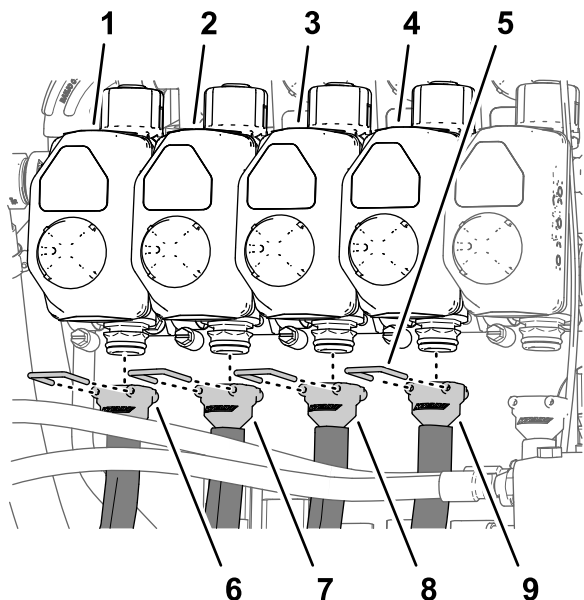
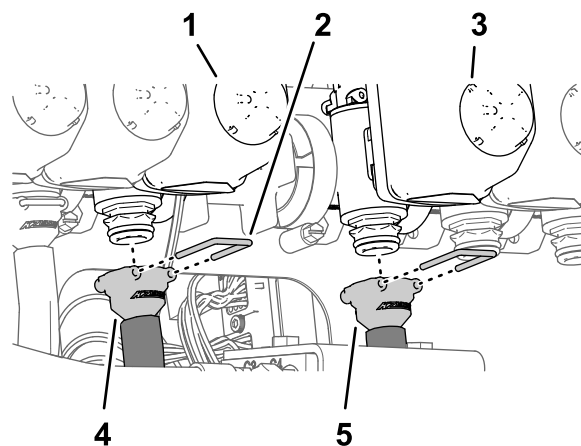
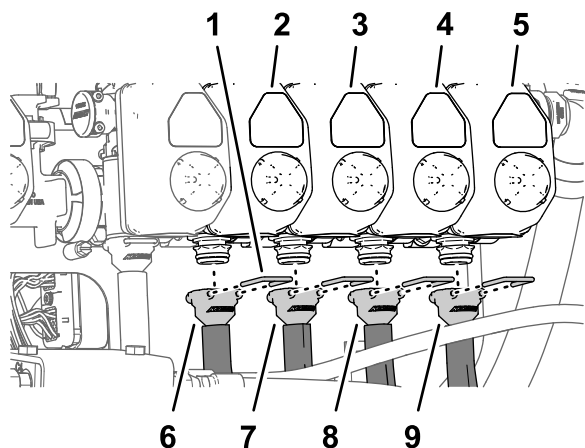

图124
图125
图126
**注意** 请参阅 将软管安装到喷嘴阀 1 至 4 (页码 47) 中的 图124、 将软管安装到喷嘴阀 5 和 6 (页码 47) 中的 图125 和 将软管安装到喷嘴阀 7 至 10 (页码 48) 中的 图126 了解喷嘴位置。
1. 将 279cm 供水软管的直通宝塔接头安装到喷嘴阀 1 的连接器上 图124。
2. 用卡环 图124将宝塔接头固定在连接器上。
3. 将 234cm 供水软管的直通宝塔接头安装到喷嘴阀 2 的连接器上 图124。
4. 用卡环 图124将宝塔接头固定在连接器上。
5. 将 188cm 供水软管的直通宝塔接头安装到喷嘴阀 3 的连接器上 图124。
6. 用卡环 图124将宝塔接头固定在连接器上。
7. 将 188cm 供水软管的直通宝塔接头安装到喷嘴阀 4 的连接器上 图124。
8. 用卡环 图124将宝塔接头固定在连接器上。
1. 将 81cm 供水软管的直通宝塔接头安装到喷嘴阀 5 的连接器上 图125。
2. 用卡环 图125将宝塔接头固定在连接器上。
3. 将 81cm 供水软管的直通宝塔接头安装到喷嘴阀 6 的连接器上 图125。
4. 用卡环 图125将宝塔接头固定在连接器上。
1. 将 188cm 供水软管的直通宝塔接头安装到喷嘴阀 7 的连接器上 图126。
2. 用卡环 图126将宝塔接头固定在连接器上。
3. 将 188cm 供水软管的直通宝塔接头安装到喷嘴阀 8 的连接器上 图126。
4. 用卡环 图126将宝塔接头固定在连接器上。
5. 将 234cm 供水软管的直通宝塔接头安装到喷嘴阀 9 的连接器上 图126。
6. 用卡环 图126将宝塔接头固定在连接器上。
7. 将 279cm 供水软管的直通宝塔接头安装到喷嘴阀 10 的连接器上 图126。
8. 用卡环将宝塔接头固定在连接器上 图126。